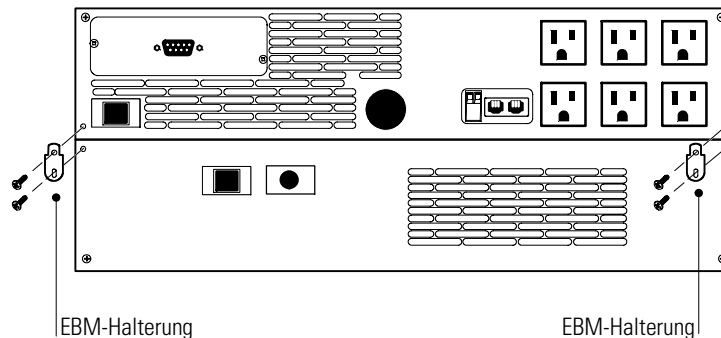

Abbildung 7. Installieren der EBM-Halterungen
2. Die Schrauben der aneinanderliegenden Ecken von der Rückwand herausdrehen, wie in Abbildung 7 dargestellt ist, um die EBM-Halterungen einzubauen. Die Schrauben entsorgen.